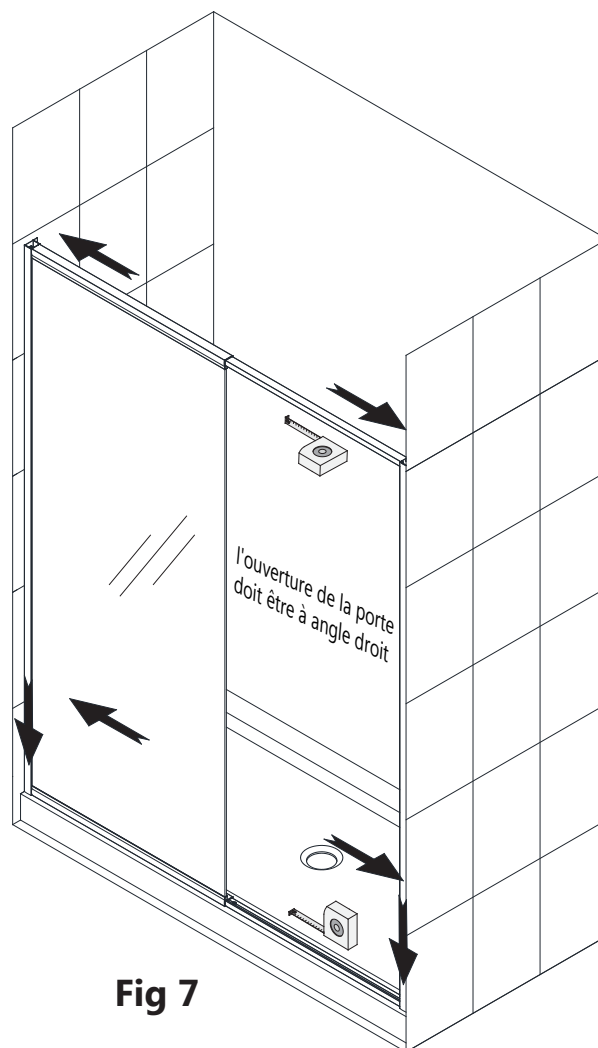

Fig 7
7. L'ouverture de la porte vitrée doit être à angle droit. Mesurez le haut et le bas de l'ouverture de la porte et ajustez les rails extensibles si nécessaire. Poussez les **profilés muraux (N° 01)** bien serrés contre les murs pour compenser jusqu'à **1/2 po** les conditions de faux aplomb. **Fig. 7**